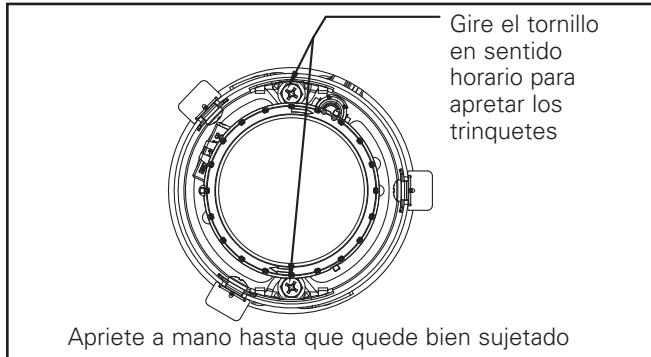

Figura 4
- Gire ambos tornillos de trinquete en el sentido horario hasta que sujeten el módulo al techo (consulte la figura 4). NO apriete demasiado los tornillos. Ajústelos sólo manualmente.